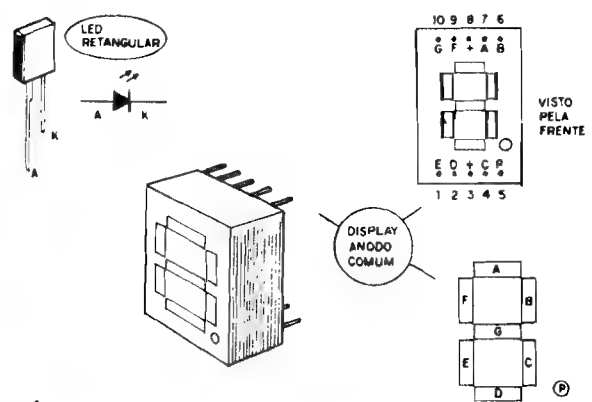

Fig. 4
- **FIG. 4 - DETALHANDO OS DISPLAYS**... - Os três dígitos dos **displays** do TEDIG são formados por unidades do tipo **anodo comum**, de configuração padrão (são **displays** a LEDs, de 7 segmentos, mais um ponto decimal...), componentes de 10 pinos, cuja identificação de terminais é claramente mostrada na figura... Como é convencional em Eletrônica Digital, os **segmentos** do **display** (aqueles "pedacinhos" com os quais são "desenhados" os algarismos, de "0" a "9"...), são codificados com letras, de "A" até "G", havendo, contudo a presença também de um elemento extra, um ponto decimal (identificado, na figura,